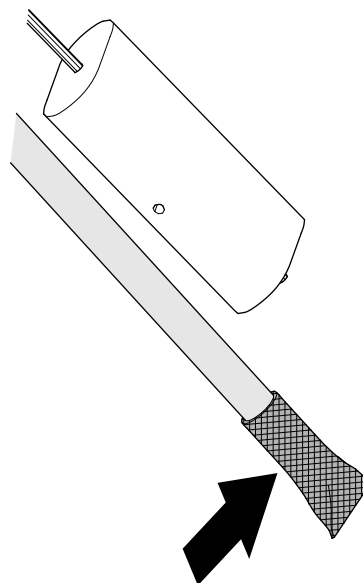

Figura 95
1. Limpie el filtro del extremo del tubo de aspiración de combustible (Figura 95).